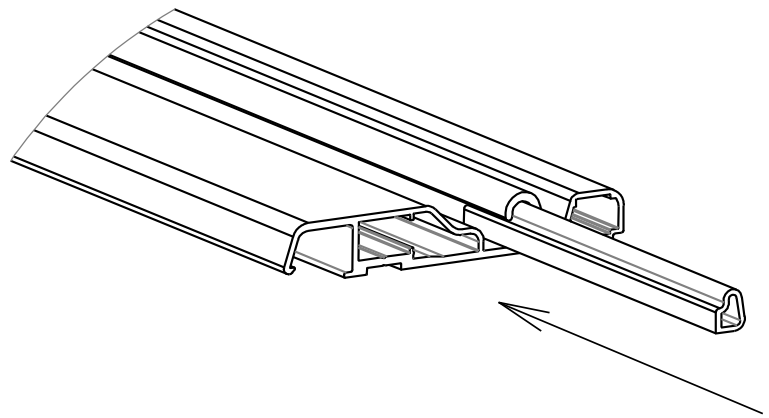

Bild 304
3.4. Die Anschläge (Teil Nr. 38) schieben wir in die einzelnen Schienen min 30 mm vom Rand. Nach der Platzierung der Anschläge bohren wir ein Loch mit einem Durchmesser von 2 mm durch die Schiene und den Anschlag und festigen mit Nieten (Teil Nr. 39) (Bild 304 und 305).